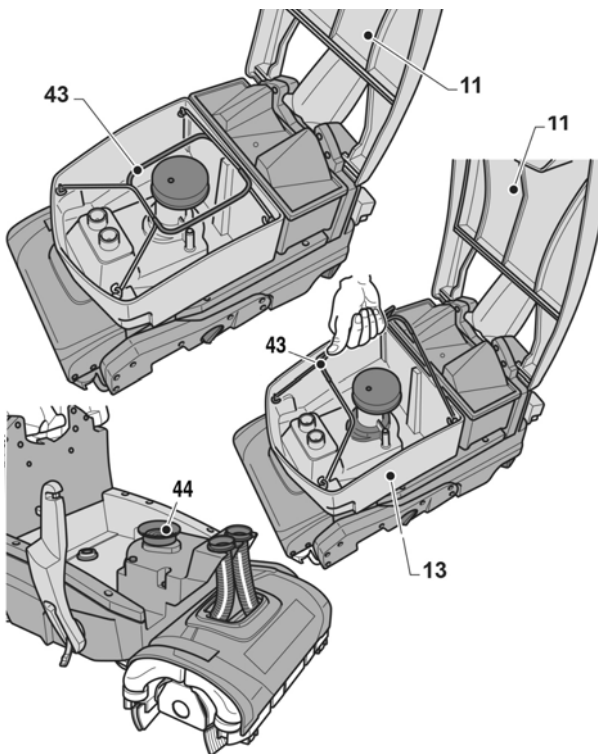

Abb. 21: Entsorgung des Schmutzwassers
Nach dem Arbeitsdurchgang oder wenn der Schmutzwassertank (Pos. 13, Abb. 21) voll ist, muss er auf folgende Art geleert werden:
Schritt 1: Heben Sie den Deckel (Pos. 11, Abb. 21).
Schritt 2: Entnehmen Sie den Tank (Pos. 13, Abb. 21) aus der Maschine, indem Sie ihn an den Griffen anheben (Pos. 43, Abb. 21).
Schritt 4: Reinigen Sie die Muffe (Pos. 44, Abb. 21) mit einem feuchten Tuch.
Schritt 5: Reinigen Sie der Tank innen und setzen Sie diesen wieder in die Maschine ein; achten Sie darauf, die Griffe (Pos. 43, Abb. 21) so wegzuziehen, wie auf der Abbildung dargestellt.
Reinigung des Schmutzwassertanks (Abb. 21)